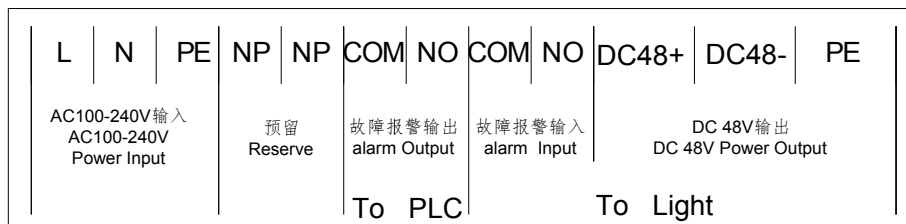

图5 AC电源箱接线示意图
- AC 电压的障碍灯首先通过电源箱底部的防水接头接入 AC 输入电源线(L、N 及接地线)、故障报警线(COM/NO 或 COM/NC)(可选)和灯体上自带的 DC48V 输出电源线(5*1.5mm² 护套线，最长 3 米)，然后按照标签上的端子定义(图 5)，正确连接所有电源线及故障报警线，注意正负极极性；接好线且检查无误后，请旋紧防水接头并扣好搭扣，最后方可接通电源，通电后，推合断路器，以及手动开关到 ON 端，灯开始工作。